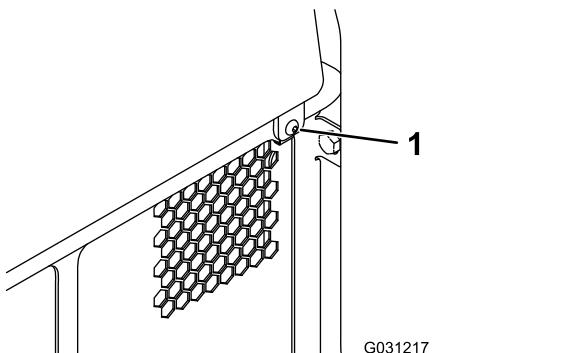

図 36
1. 締結具を取り外す図 36。
2. 後アクセスカバーを持ち上げると内部にアクセスできるようになる図 36。